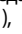

Рис. 14 – Индукционные клещи, соединенные к токопроводу
3. Сожмите губки индукционных клещей вокруг целевого токопровода. Убедитесь, что губки клещей полностью замкнуты в кольцо. (См. Рис. 14). Для получения лучших результатов оба конца токопровода должны быть заземлены.